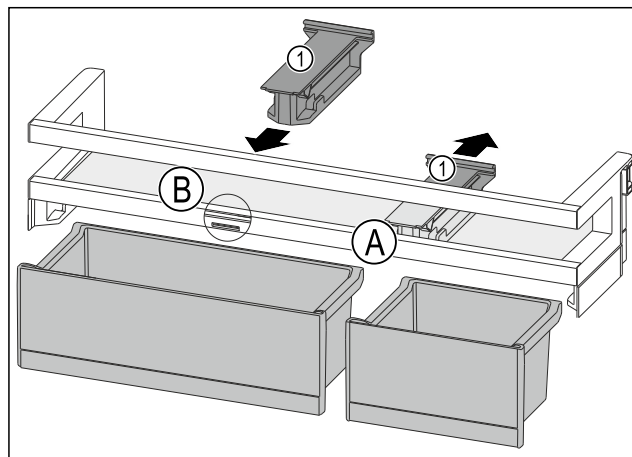

Fig. 87
- Tirare l'elemento di tenuta Fig. 87 (1) all'indietro per portarlo in posizione Fig. 87 (A).
- Inserire l'elemento di tenuta Fig. 87 (1) in posizione Fig. 87 (B).